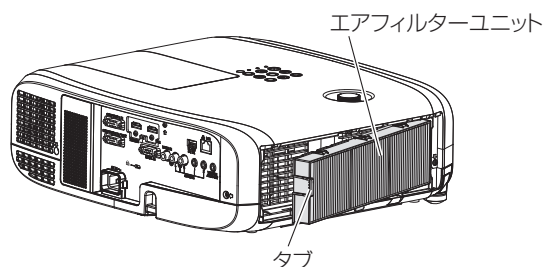

図 1
1) エアフィルターユニットをプロジェクター本体に取り付ける（図 1）